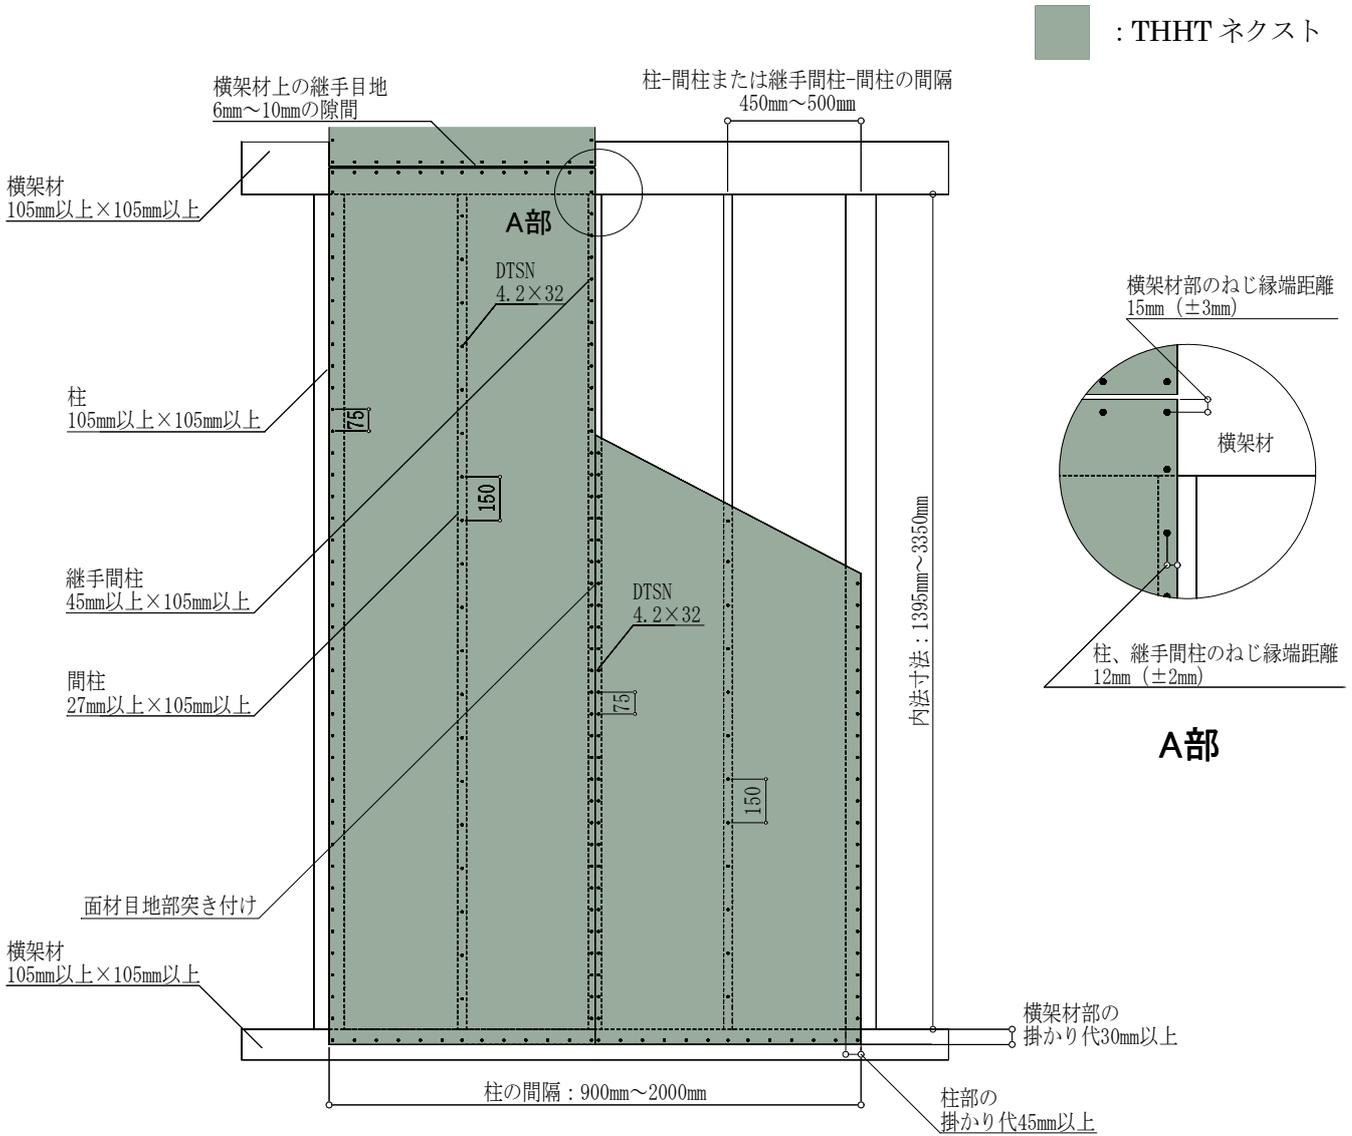

図10 標準仕様 (FRM-0770 : 2.8倍) 施工概略図 (2Pの場合)
施工においては、図10および注意事項に記載の内容を遵守してください。
- THHT ネクストは、原則 1 枚張りとし、縦継ぎ張りについては、P30「⑦縦継ぎ張りについて」をご確認ください。
- 図 10 は 2P の施工例となっておりますが、1P の場合も耐力壁とできます。